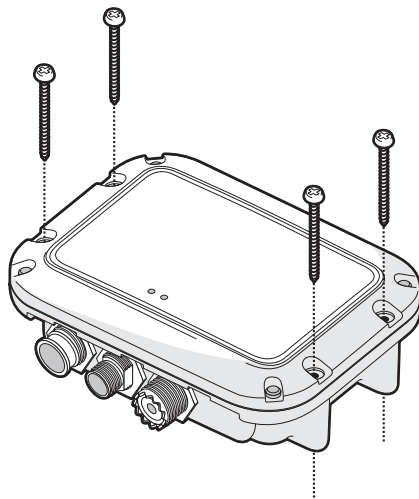

Figure 6 Récepteur SIA montage
- Le produit est fourni avec quatre vis autotaraudeuses pour fixer le Récepteur SIA à une surface adaptée. Veuillez consulter Figure 6 pour plus d'informations.